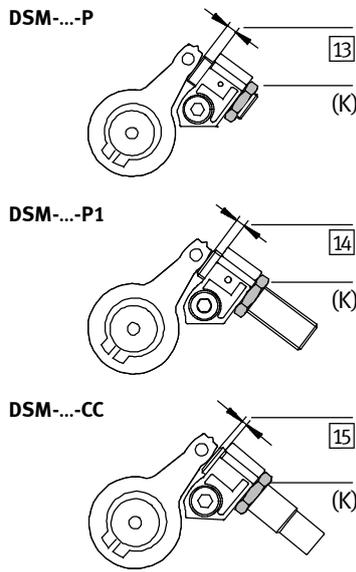

Fig. 25
2. 松开缓冲器的锁紧螺母 (K) (Fig. 25)。用缓冲器（弹性缓冲垫 13/14 或者液压缓冲器 15）的旋出长度来补偿终端位置的偏差。（这一偏差源自预调时缓冲器对无压力撞杆的冲撞）。